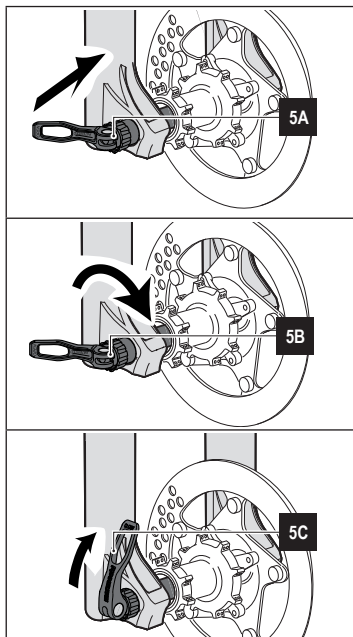

Abbildung 5 - QR15 oder QR20 "quick release" Steckaxle - Laufradbefestigung
- Die Mitte des Rads mit den beiden Radachsen ausrichten (siehe 5A in Abbildung 5).
- Die Radachse in die rechte Radaufnahme einführen. (siehe 5A in Abbildung 5).
- Die Radachse im Uhrzeigersinn bewegen bis man einen Widerstand durch das Einschrauben spürt (siehe 5B in Abbildung 5).
- Anschließend wird der Hebel in die bevorzugte Position gebracht und geschlossen um die Achse zu verschließen (siehe 5C in Abbildung 5).
- Vergewissern Sie sich, dass sich der Auslösehebel in einer Stellung befindet, die die ordnungsgemäße Befestigung der Radachse garantiert und das er durch Anstoßen während des Gebrauchs nicht selbstständig entriegelt wird (siehe 5C in Abbildung 5).